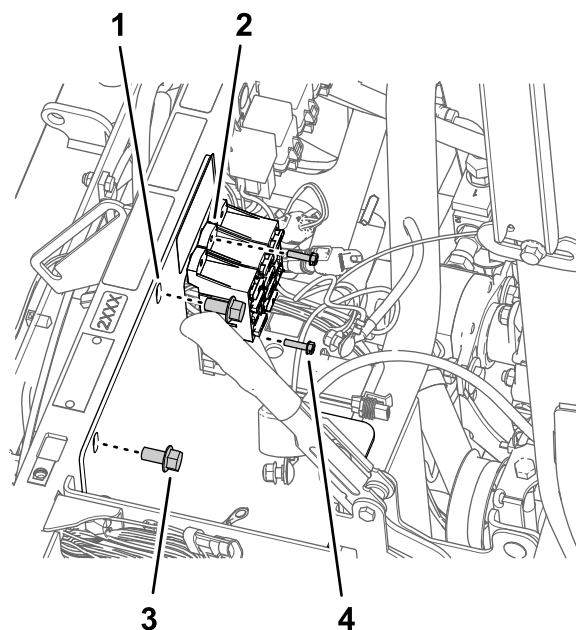

Figura 169
3. Rimuovete i bulloni (10-24 x $\frac{3}{4}$ ") e i dadi (10-24) che fissano il portafusibili alla staffa della batteria (Figura 169).
4. Rimuovete i 2 bulloni a testa flangiata ($\frac{3}{8}$ " x $\frac{3}{4}$ ") che fissano la staffa della batteria al tubo di supporto dell'ammortizzatore della macchina (Figura 169).